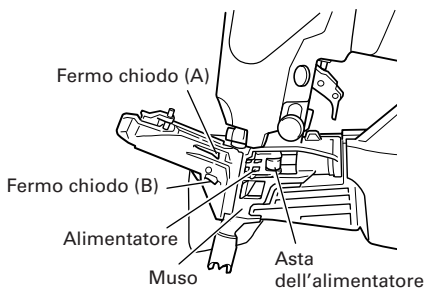

Fig. 18
- (2) Aprire la guida dei chiodi e rimuovere polvere, ecc come mostrato nella Fig. 18. Applicare lubrificante alla fessura di scorrimento dell'alimentatore e all'asta dell'alimentatore. Controllare che il fermo chiodi (A) e il fermo chiodi (B) scorrano bene spingendoli con un dito.